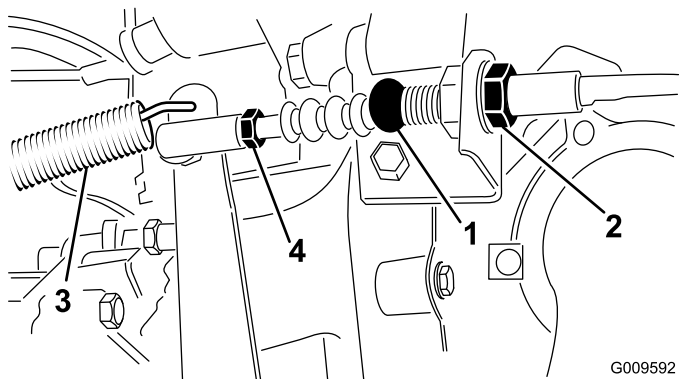

Figura 65
1. Allentate i controdadi che fissano il cavo della frizione alla staffa sul cappuccio del volante (Figura 65).